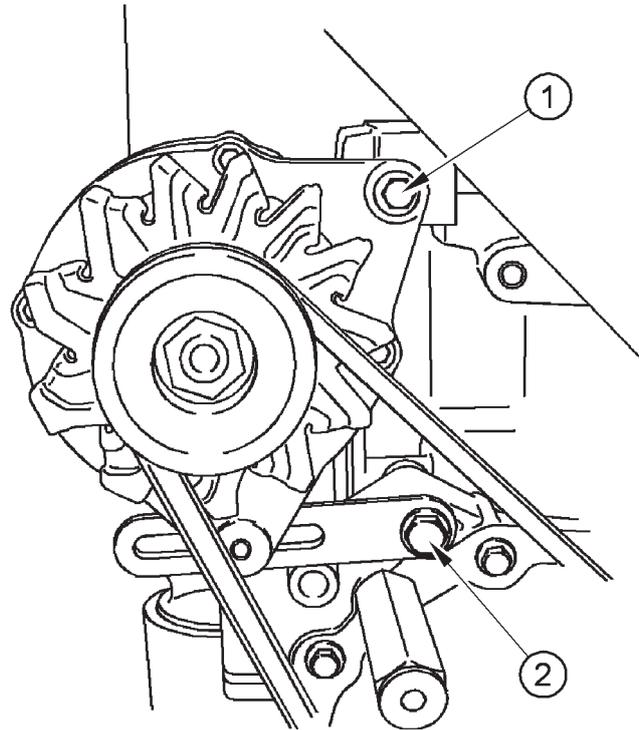

Figura 11
1. Afloje la tuerca y el tornillo (Figura 11, elemento 1). A continuación, afloje la tuerca y el tornillo (Figura 11, elemento 2).